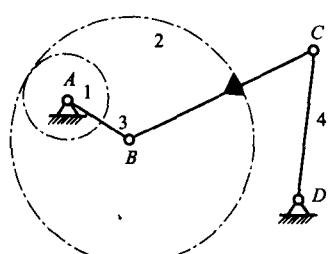

图 2-6 焊接符号
⑤ 焊接符号。用焊接符号连接的两个零件或组件构成一个构件。图 2-6 中,齿轮 2 与连杆 BC 为同一构件。